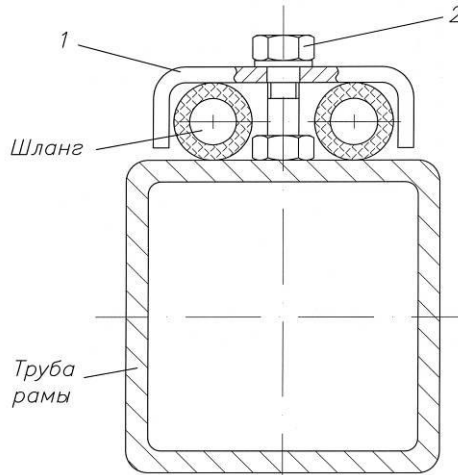

Рис. 4.6.2. Крепление гидрошлангов на раме
4.6.2. Закрепите шланги на рамах кронштейнами 1, используя болты 2 М10, шайбы и шайбы пружинные (см. рис. 4.6.2). Так как корпуса цилиндров в процессе работы перемещаются, нужно обеспечить необходимый запас шлангов по длине при креплении их в непосредственной близости от цилиндров. Шланги, идущие на переднюю подвеску, должны быть проложены с внутренней по отношению к центру посевного агрегата стороны (это предохранит шланги от повреждения при подъеме крыльев).
Для ПК с одноосным бункером кран-распределитель 1 "шнек – управление крыльями" монтируется на задней части рамы бункера с правой стороны рядом с лестницей с помощью болтов 2 (М8х50мм), гаек 3 (М8) и шайб пружинных (Рис. 4.6.2.1).